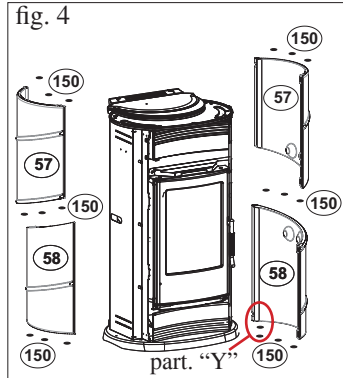

fig. 4
- Calzare le piastrelle in ceramica (57-58) sulle piastrine (78)
- Interporre 2 distanziali siliconati (150) nella parte posteriore tra il basamento in ghisa e la piastrella inferiore destra (58) vedi part. Y - fig. 4.